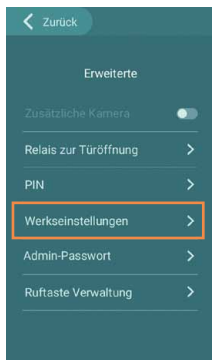

Abb. 1
- ▶ Berühren Sie **Werkseinstellungen** (Abb. 1)